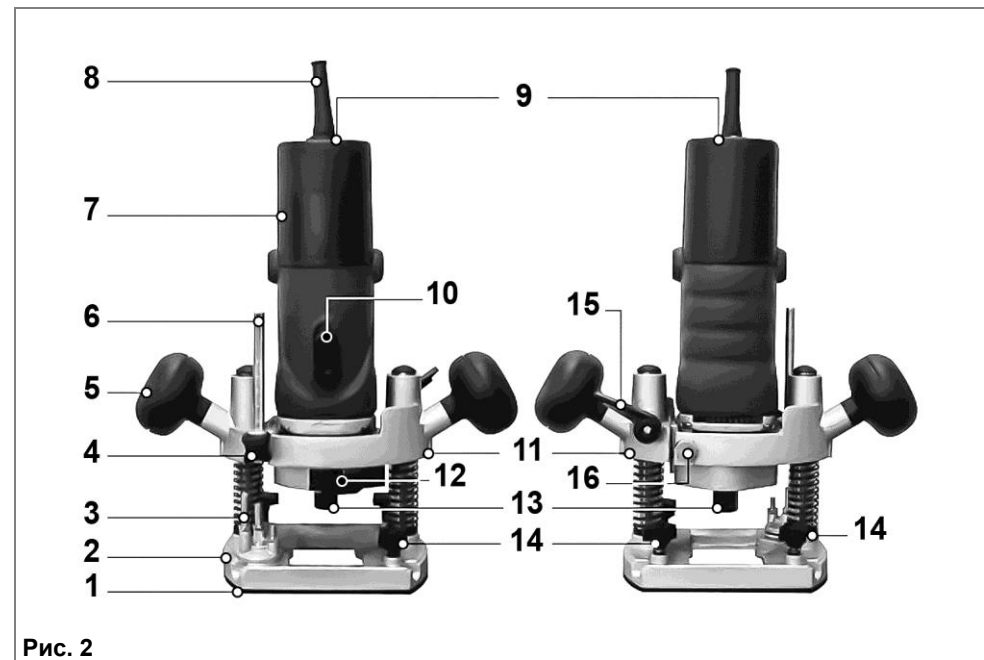

Рис. 2
6. УСТРОЙСТВО ФРЕЗЕРА (Рис. 2)